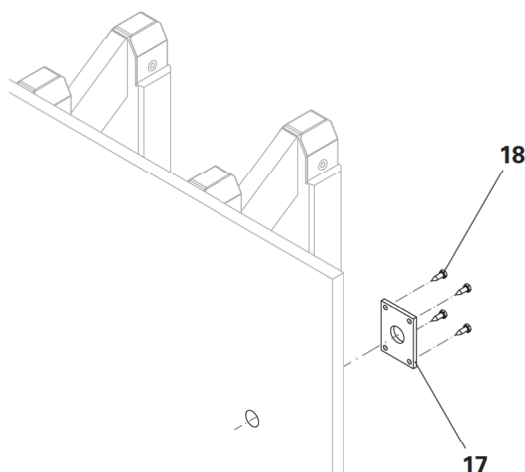

Fig. A2.21
3. Montare la piastrina di predisposizione M24 (**17**) sul retro del manto con 4x viti esag. per legno DIN 571 6 x 20, SW 10 (**18**). (Fig. A2.21)